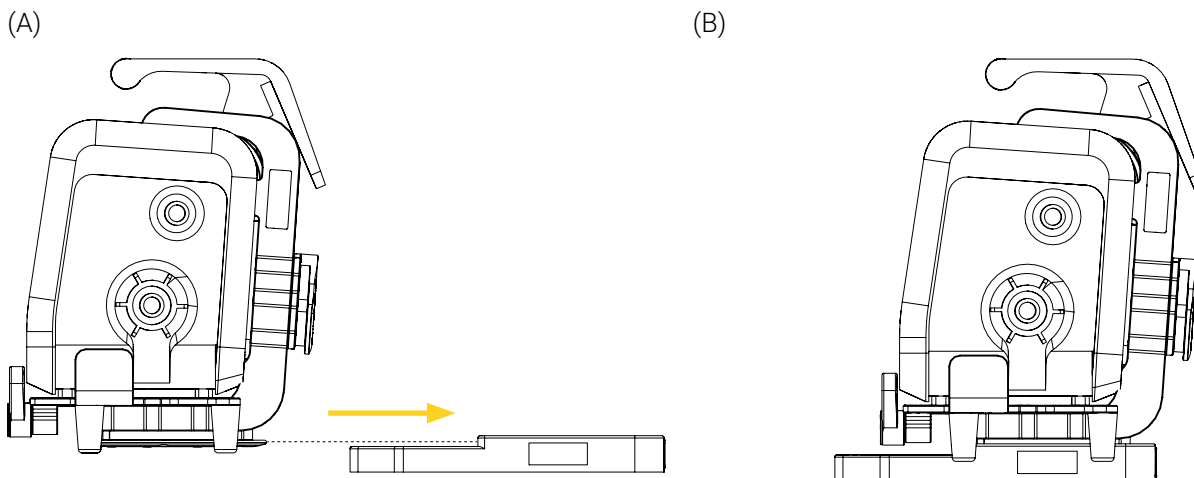

Figure 6: Installation du support de fixation dans la Base de Fixation Allongée
1. Aligner et insérer le support de fixation dans la Base de Fixation Allongée jusqu'à ce qu'il se verrouille (Figure 6). Consulter la section « Mécanisme de verrouillage » à la page 18 au besoin.